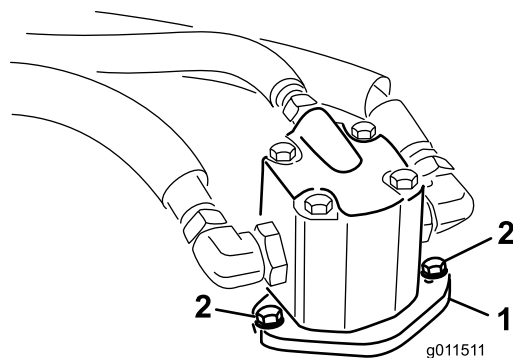

図 115
4. 油圧モータを刈り込みデッキに固定しているボルトを外す 図 115。